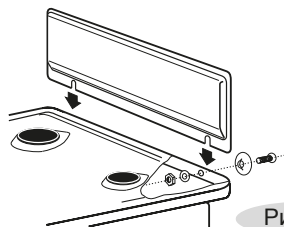

Рис.11
- Перед установкой плиты закрепите щиток (рис.11).